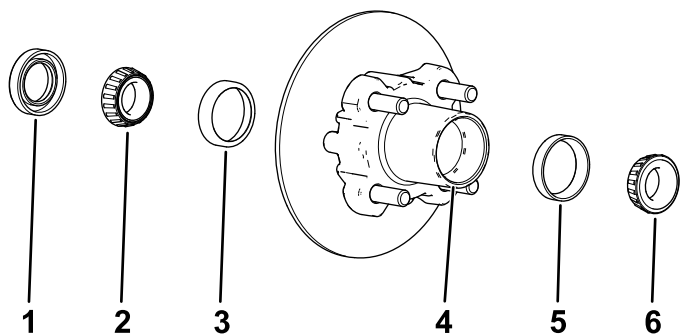

図 33
1. ハブから外側のベアリングとベアリングレースを取る 図 33。
2. ハブから、シール、内側のベアリングを外す 図 33。
5. ハブについているグリス、ごみなどをきれいに取り除く 図 33。
7. キャビティの50-80 %程度にグリスを詰める 図 33。
8. ハブの内側に内側ベアリングを取り付け、シールをはめる 図 33。